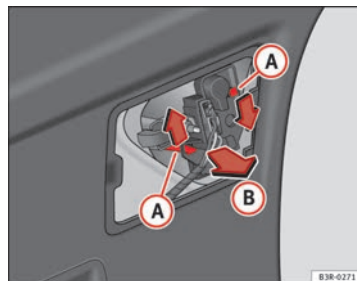

Fig. 234 Desmontar el portalámparas
- Haga presión sobre las lengüetas A ⇒ fig. 234 en el sentido de las flechas y extraiga el portalámparas tirando en el sentido que indica la flecha B.